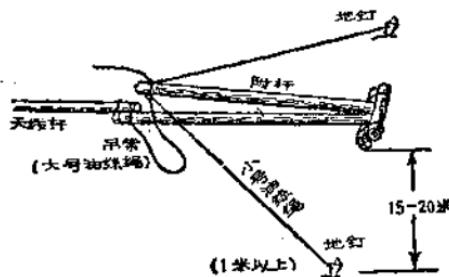
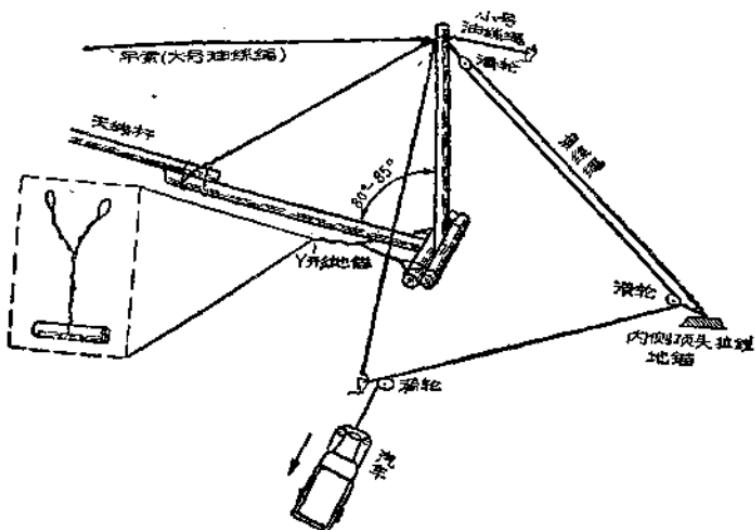

图 8 附杆的稳固裝置
图 9 立附杆图
2. 附杆的稳固装置（見图8）
① 在附杆两侧15—20米处各打地钉一个，地钉的长度应在一米以上。
② 附杆顶部与地钉間系一条小号油絲绳。
③ 为防止立附杆时发生后倒現象，应利用附杆吊索 将附杆系在天綫杆上。
3. 立附杆（見图 9）